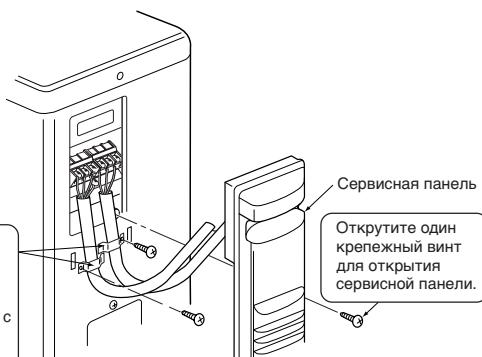
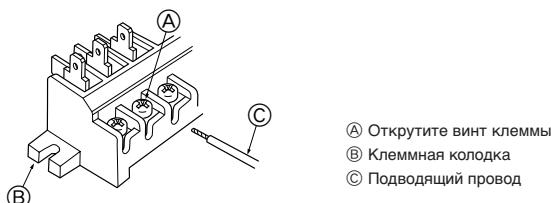

Рис. 6-3
Рис. 6-4
6.1. Наружный прибор (Рис. 6-1, Рис. 6-2, Рис. 6-3, Рис. 6-4)
- ① Снимите сервисную панель.
- ② Проложите кабели в соответствии с Рис. 6-1, Рис. 6-2, Рис. 6-3 и Рис. 6-4.
- Будьте внимательны и подключайте провода правильно. (Рис. 6-4)